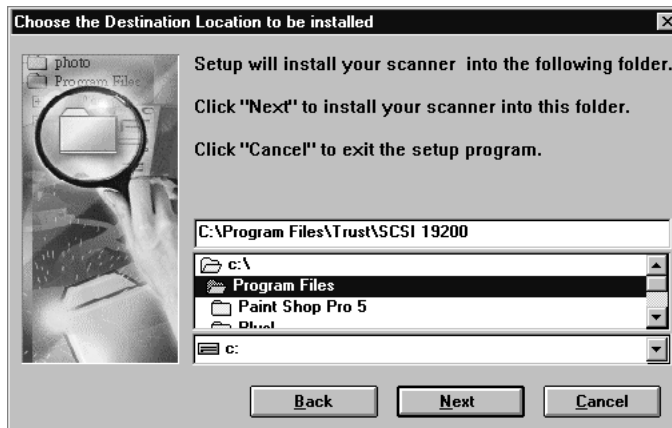

Figura 18: indicazione della directory di installazione
Windows NT: Viene visualizzata la finestra riportata in Figura 18. Procedere con il punto 7.
7. Nella finestra successiva sono riportate alcune informazioni di "benvenuto". Fare clic su 'Avanti' {Next} per continuare. Viene visualizzata la finestra riportata in Figura 18.